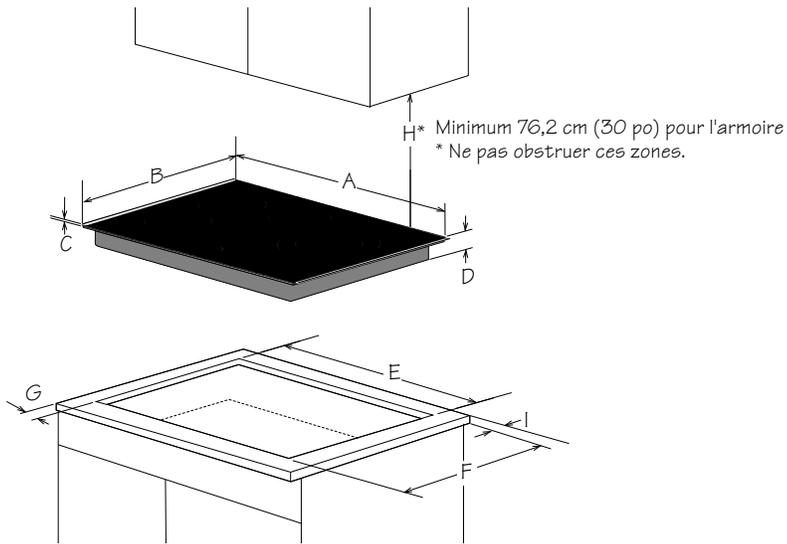

Figure 4
**DIMENSIONS DE LA SURFACE DE CUISSON ET DE LA DÉCOUPE** (voir la figure 4)